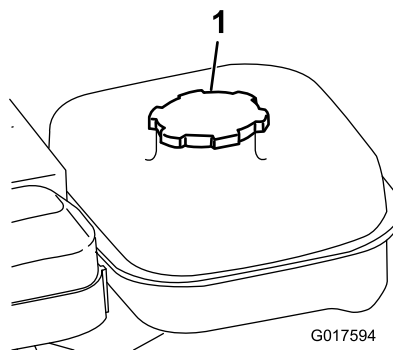

Figura 21
1. Pulite l'area intorno al tappo del serbatoio del carburante e togliete il tappo (Figura 21). Rabboccate il serbatoio del carburante non oltre la base del filtro.